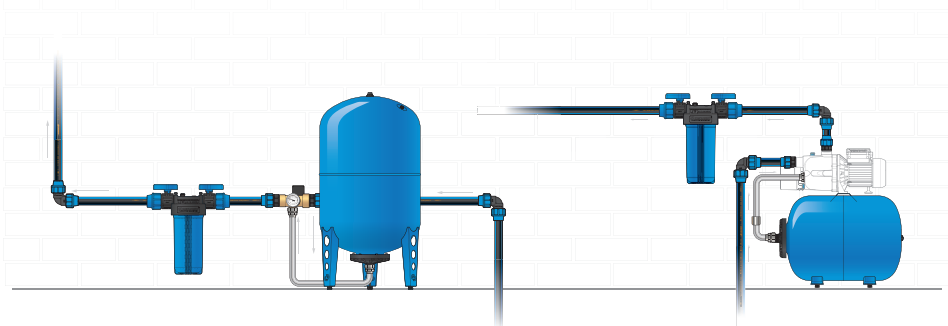

Рисунок 4
5.1 Монтаж гидроаккумулятора (рисунок 4)